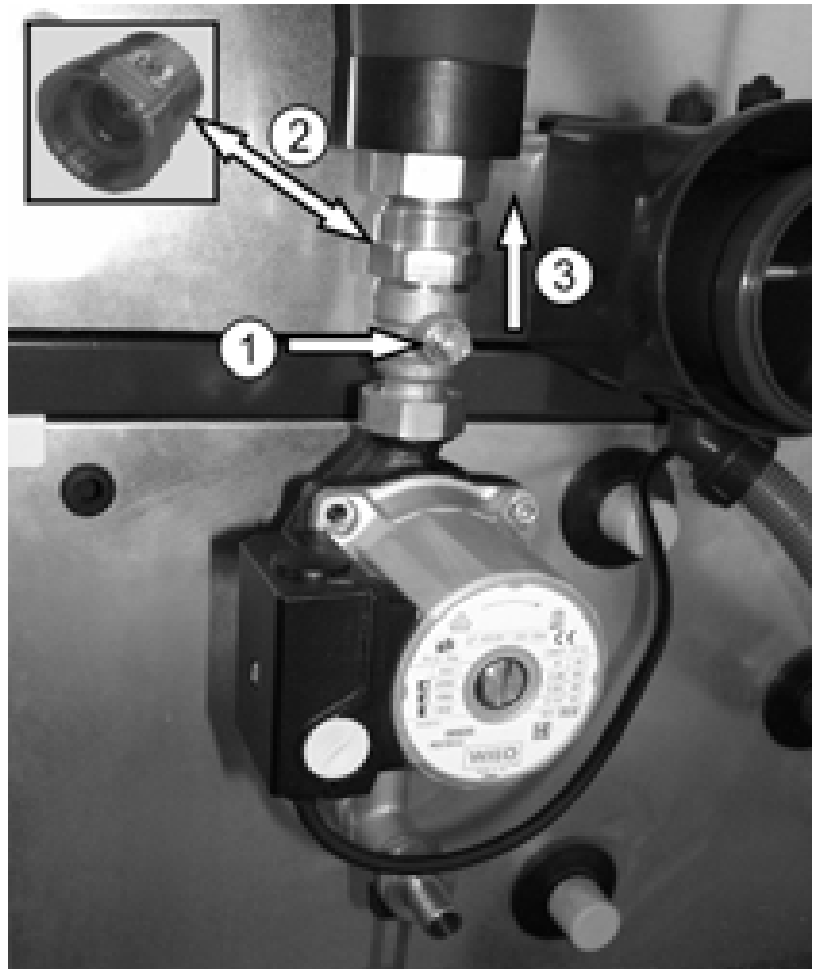

Abb. 50: Installierte Pumpe der Tiefspeicheranbindung
- Schwerkraftbremse öffnen (s. Abb. 50).
Legende zu Abb. 50: